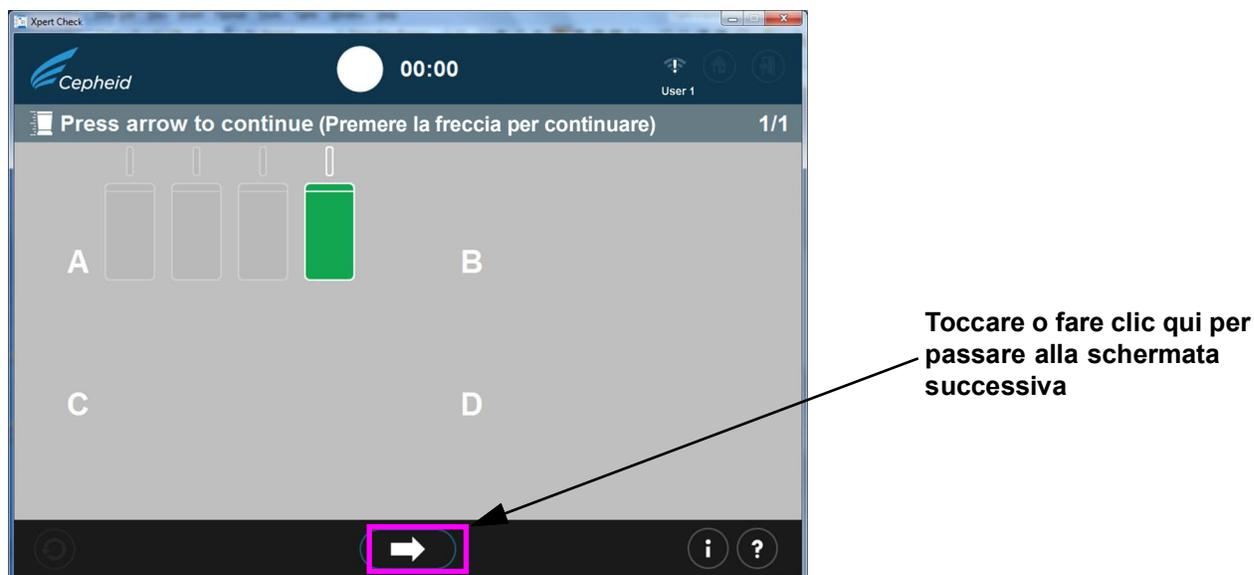

Figura 2-30. Schermata di completamento del test (avvenuto correttamente)
2. Al termine del test, lo sportello del modulo si apre e la spia sopra il modulo si spegne. Verrà visualizzata una schermata simile a quella riportata nella Figura 2-30. Toccare o fare clic sulla freccia a destra in basso nella schermata per passare alla schermata successiva.